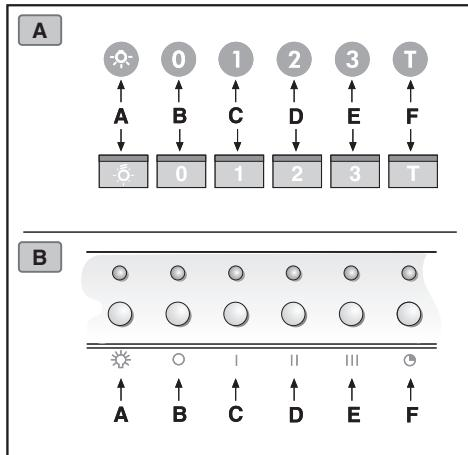

Fig.12
• **Betjeningsenhed lysende (Fig.12.A.B.)** er følgende tegnforklaring gældende: